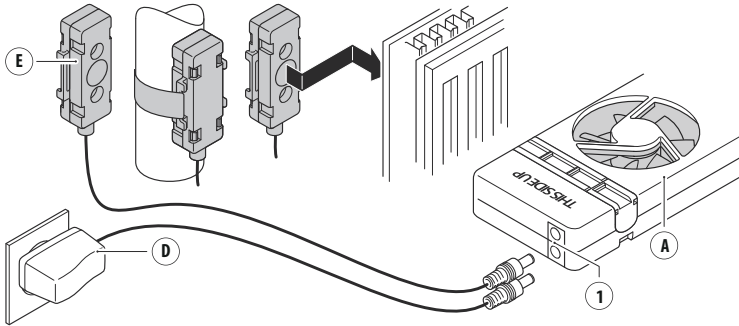

Abb. 3 - Anschließen des Netzadapters (D) und Temperatursfühlers (E).
- Verbinden Sie das **Temperaturfühlerkabel** (E) mit einer der **Anschlussbuchsen** (1) des **SpeedComfort** (A).
- Bringen Sie den **Temperaturfühler** (E) mit den verstellbaren Magneten (B) auf der Rückseite des Heizkörpers in der Nähe des Warmwasserzulaufrohrs oder am Rohr selbst an (siehe Abb. 3). Stellen Sie die Magnetschieber auf die korrekte Breite ein.
5. Verbinden Sie den **Netzadapter** (D) mit der verbleibenden **Anschlussbuchse** (1) und der Steckdose (siehe Abb. 3).